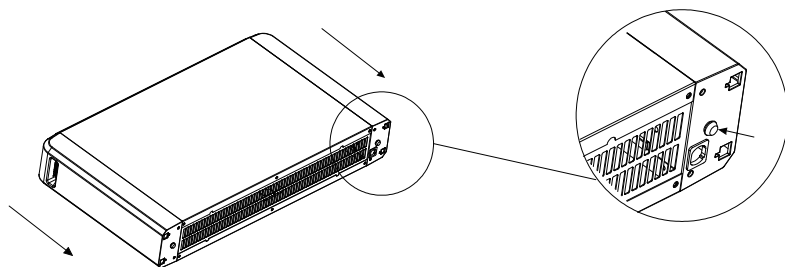

Fig.1
1. Irrota tuotteen pohjassa olevat kaksi ruuvia ruuvimeisselillä. (Fig. 1)